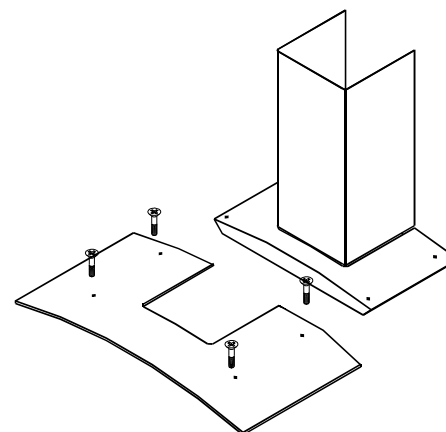

Abb.M3
3. eventuelle Montage der Glasplatte (je nach Modell) (Abb. M3)